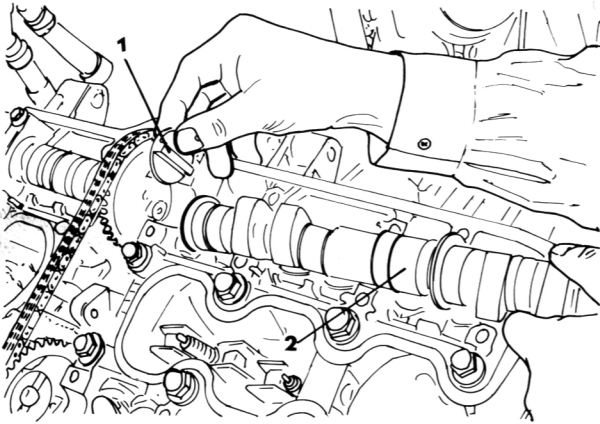

Bild 34
- Die linken Nockenwellen (2) und Verbindungsstücke (1) entfernen (Bild 34).